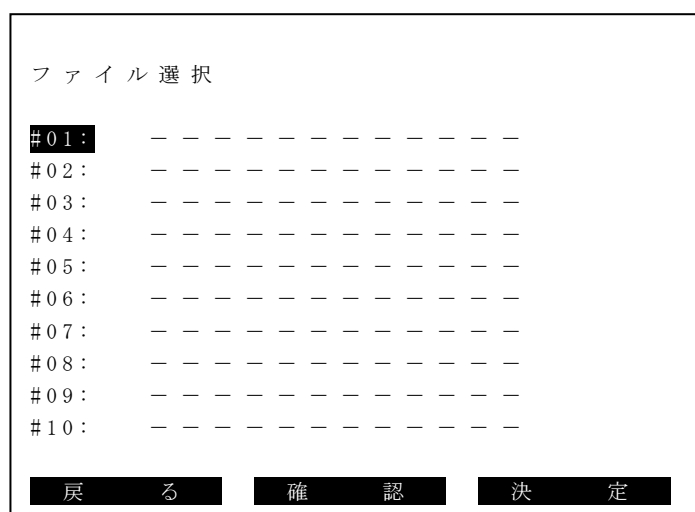

図1. 2. 7-3 ファイル選択画面
未使用領域は“-----”と表示されます。設定が保存されているファイルは選択できません。未使用領域以外を選択した場合は、図1. 2. 7-4に示すメッセージが表示されます。また、設定が保存されているファイルを削除する場合は、“2. 2. 9 ファイル設定 (3) ファイルの削除 (p. 2-48)”を参照してください。